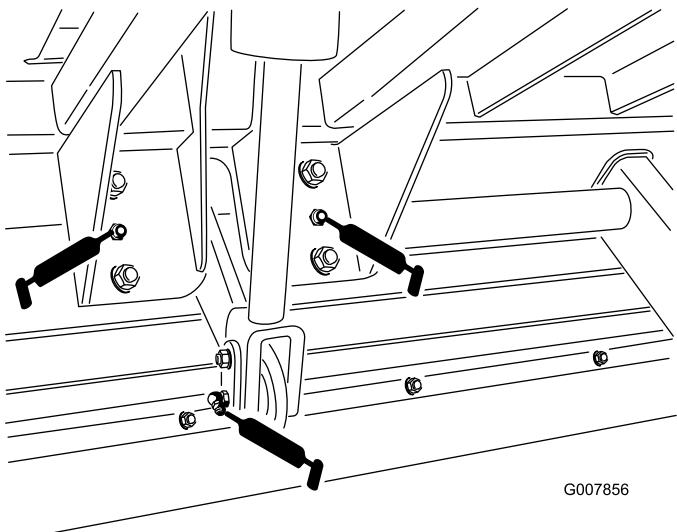
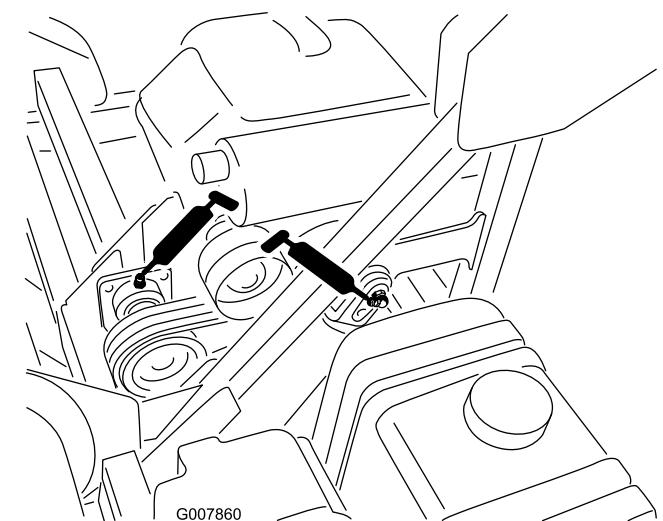

Figura 39
Figura 42
- Cilindro de elevação, Qtd. 2 (Figura 39 & Figura 42)
- Eixo de elevação, Qtd. 2 (Figura 39)
- Eixo do macaco, Qtd. 2 (Figura 42)